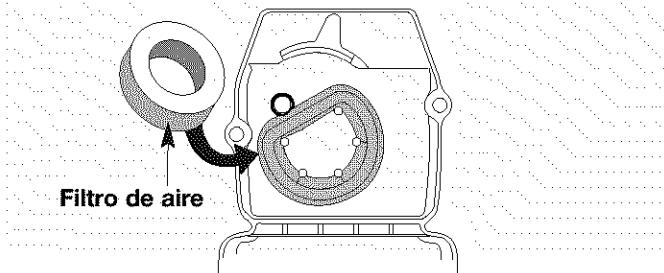

Fig. 14
- Saque el filtro de aire de atrás de la cubierta del filtro de aire / silenciador (Fig. 14).
- Vuelva a colocar el filtro de aire en la cubierta del filtro de aire / silenciador (Fig. 14).